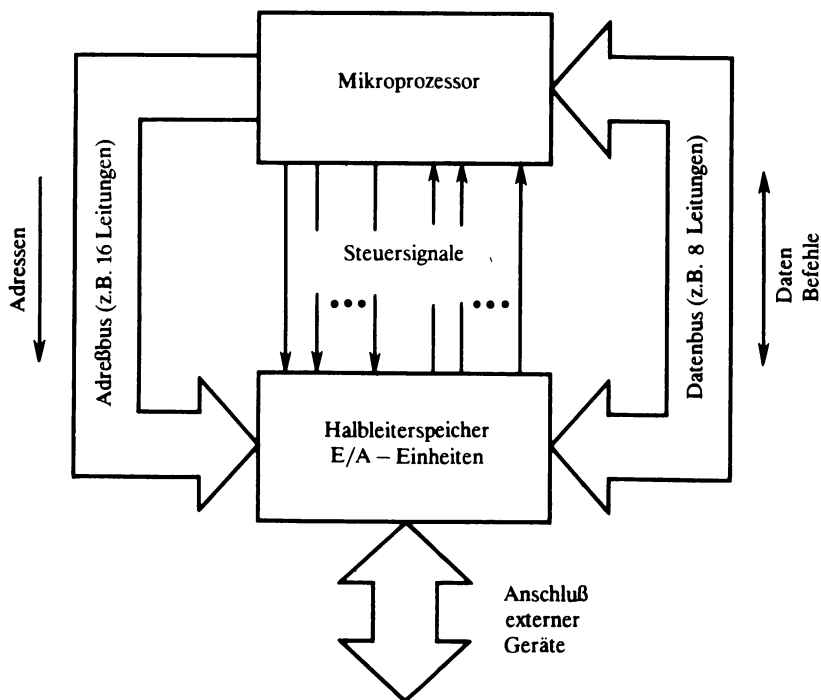

Abb. 15. Informationsfluß im Mikroprozessorsystem
8. Найдите предложения, которые содержат информацию к рис. 15.
1. Mikroprozessoren erhält der Anwender als integrierte Schaltung in einem Gehäuse. Über die Anschlüsse (PINs) erhält der MP Eingangssignale und gibt Ausgangssignale ab. Er arbeitet getaktet,¹ und die Signale (bis auf die Versorgungsspannung) liegen in Form von Bitmustern an², d.h., es können nur endlich viele Signale verarbeitet werden. Für den Einsatz eines MP ist es wichtig zu wissen, welche Informationen an welchen Klemmen anliegen (PIN-Belegung³), zu welchem Zweck und wann der MP diese Informationen braucht bzw. erzeugt, wie er sie verarbeitet und wie und durch welche Informationen er die Zusammenarbeit der mit ihm verbundenen Systeme steuert. Die Antwort auf diese Fragen kann als eine Beschreibung der Funktion des MP im Mikroprozessorsystem betrachtet werden. Sie fällt für jeden Mikroprozessor je nach Typ verschieden aus. Trotzdem kann folgendes allgemeines Funktionsschema (Abb. 15) angegeben werden:
3. Опишите процесс передачи информации в микропроцессорной системе, используя рис. 15.